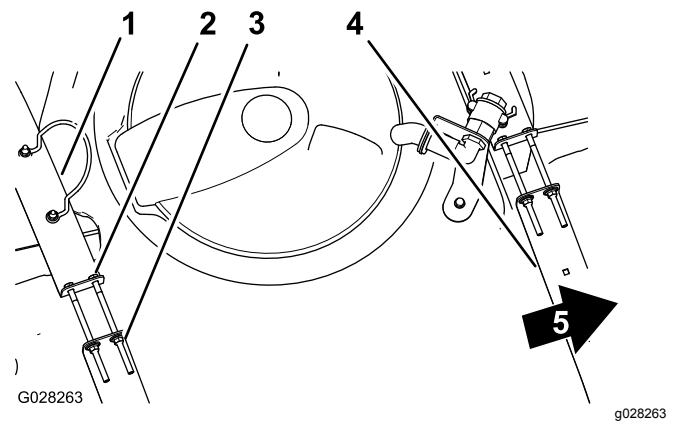

Bild 26
2. Prüfen Sie, ob Sie zwischen den Behälterriemen und dem Behälter eine Bewegung feststellen können (Bild 26).
3. Wenn die Behälterriemen lose am Behälter angebracht sind, ziehen Sie die Sicherungsbundmuttern und Schrauben oben an den Riemen an, bis sie mit der Behälteroberfläche bündig sind (Bild 26).